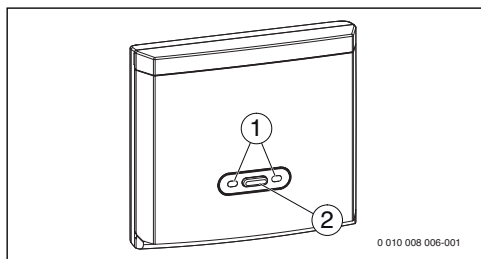

Рис. 17 Радиомодуль
- ▶ Нажмите кнопку соединения на радиомодуле (→ рис. 17, стр. 11).